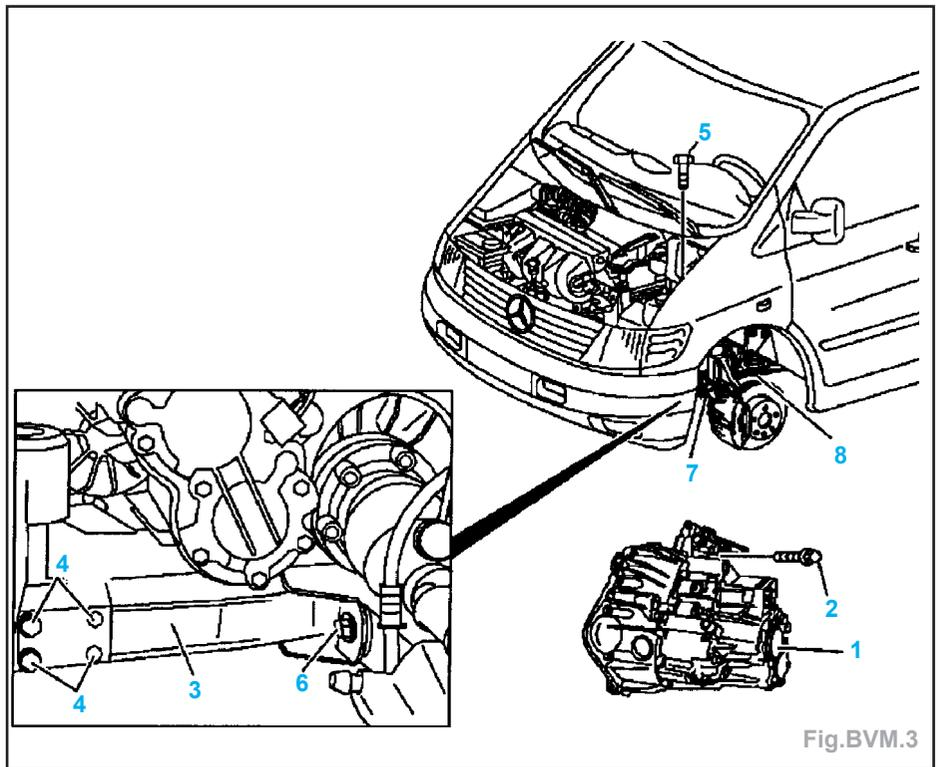

Fig.BVM.3
- Déposer le bras transversal (7) à gauche de l'élément du longeron porte-essieu (3) du berceau et de la fusée d'essieu, et détacher les vis d'assemblage (8) du silentbloc du bras transversal (7) (Fig.BVM.3).